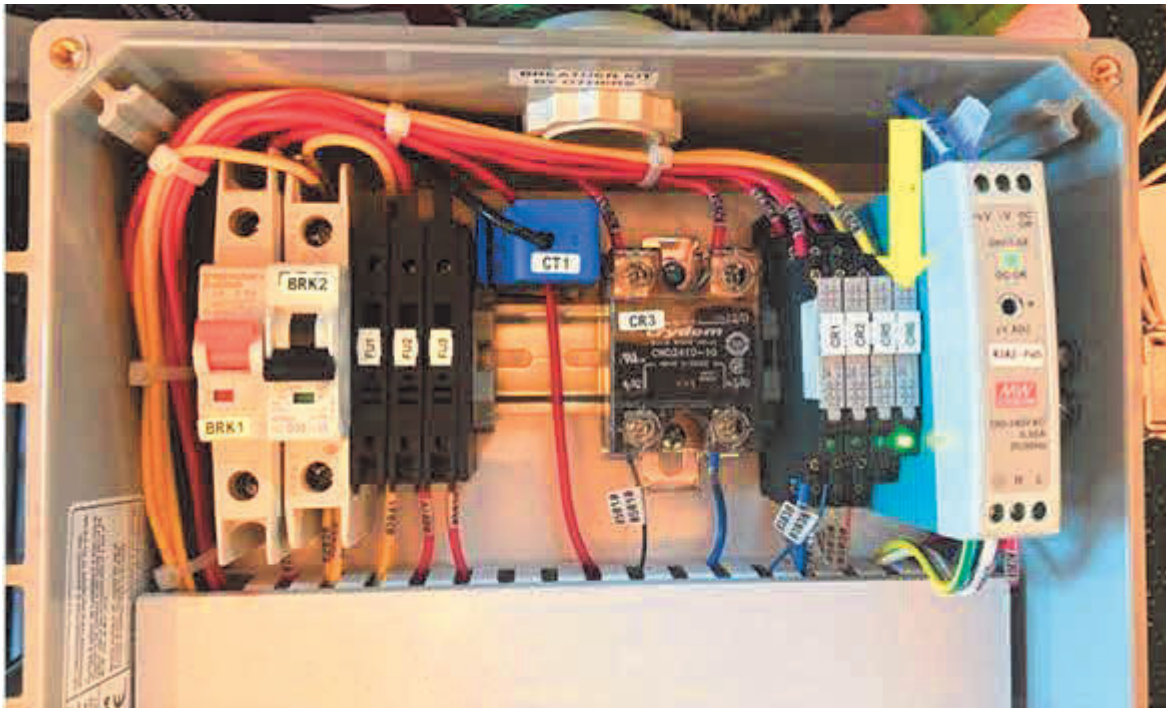

Figura 6-4: El relé CR6 está activo (LED verde brillante)
- Con el panel de control GREEN MACHINE encendido, el relé CR6 debe estar activo como lo indica un LED verde brillante en el relé y debe permitir que las bombas sumergibles dispensen combustible. **Ver Figura 6-4.**